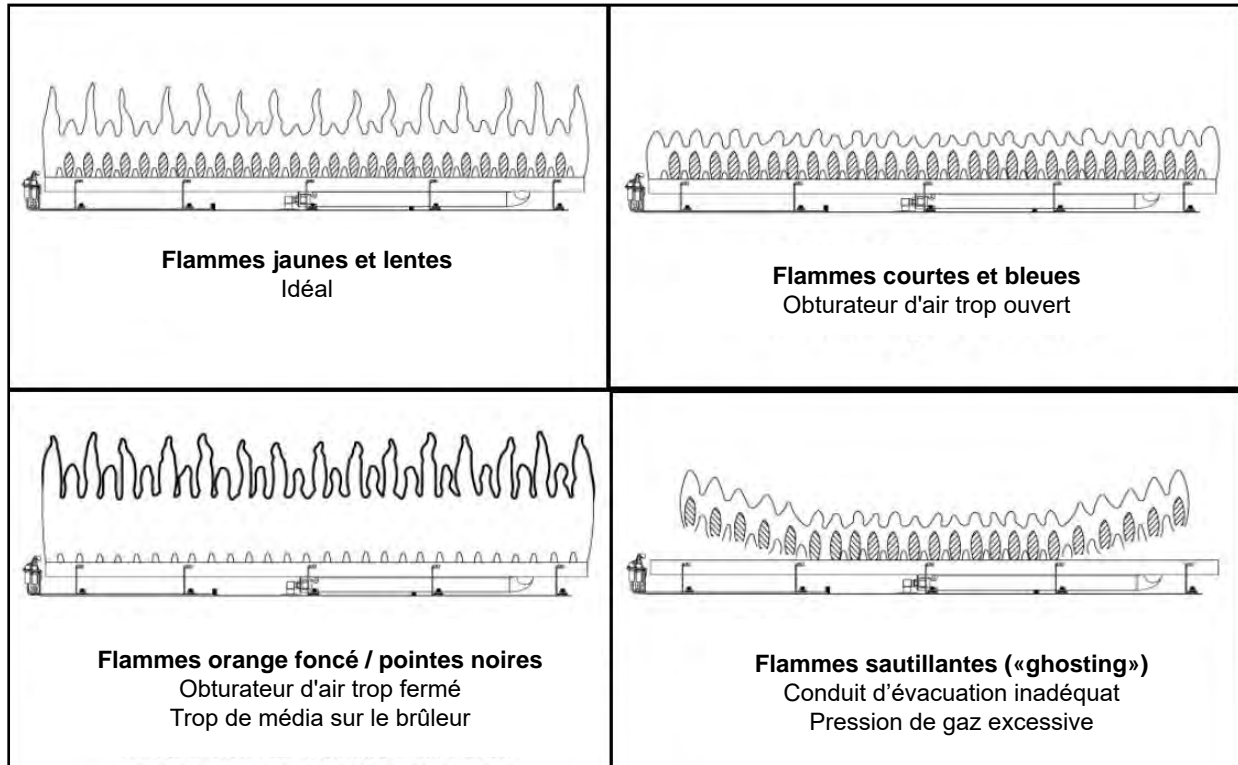
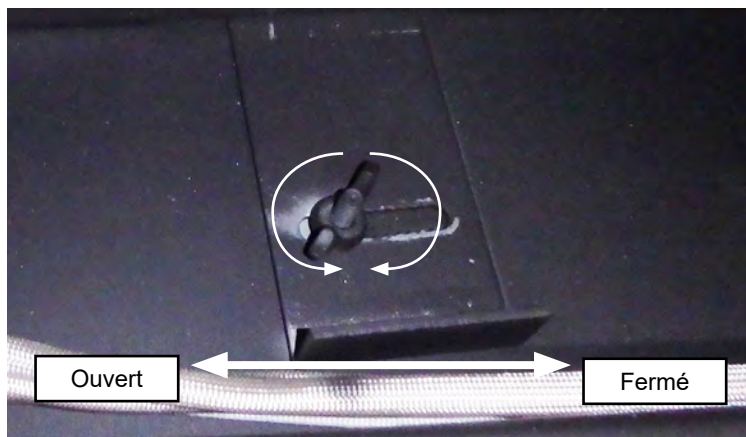

Figure 18.5.01:
Figure 18.5.02:
- Inspecter et assurer que l'allumage du brûleur principal s'effectue en moins de 4 secondes après l'ouverture de la valve à gaz principale. Les flammes devraient ressembler à celles de la **Figure 18.5.01**
Le **37-DVTE36LN-2** inclut un obturateur d'air situé sous le cadre vitré du foyer (voir la section 6.5 pour plus d'informations sur la façon d'accéder au dispositif de réglage du volet d'air), servant à ajuster le débit d'air primaire pour obtenir le patron de flammes idéal, tel que montré à la **Figure 18.5.01**. Pour l'ajuster, desserrez l'écrou à oreilles de l'obturateur d'air, et ajustez-le tel que montré à la **Figure 18.5.02**. Pour ouvrir l'obturateur d'air et augmenter le débit d'air au brûleur, faites glisser l'obturateur d'air vers la gauche. Pour fermer l'obturateur d'air et réduire le débit d'air au brûleur, faites glisser l'obturateur d'air vers la droite.